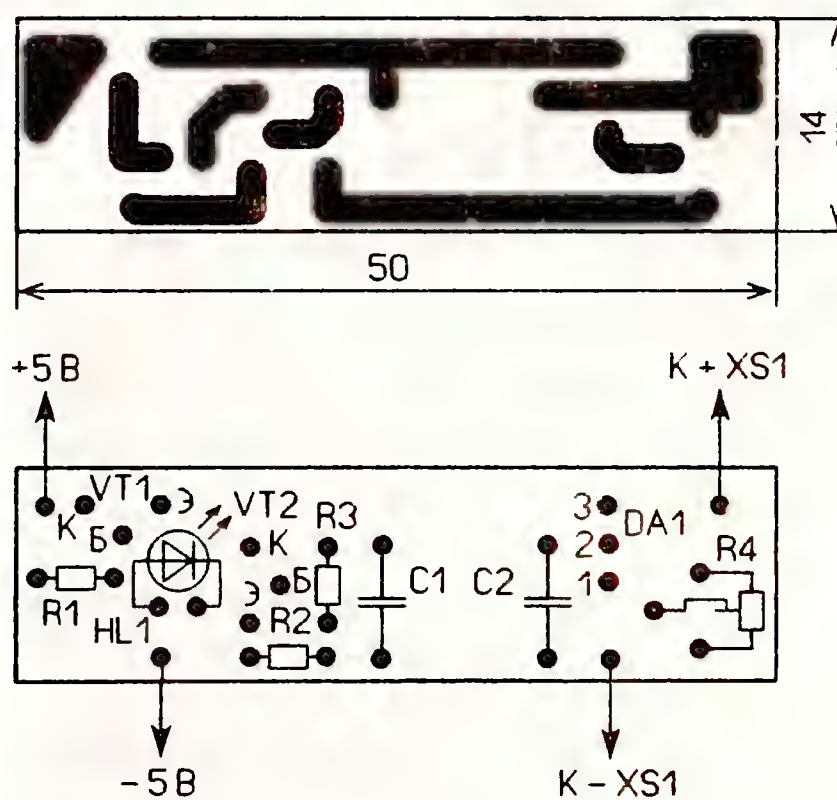

Рис. 5
1...1,5 мм, чертеж которой показан на рис. 5. Ее длина и ширина соответствуют размерам аккумулятора типоразмера АА. Это позволило применить в качестве корпуса держатель (батарейный отсек) на два элемента соответствующего размера, разместив плату на месте одного из них (рис. 6). Для ЗУ на два аккумулятора необходимо изготовить еще одну аналогичную плату и применить батарейный отсек на четыре элемента и т. д.